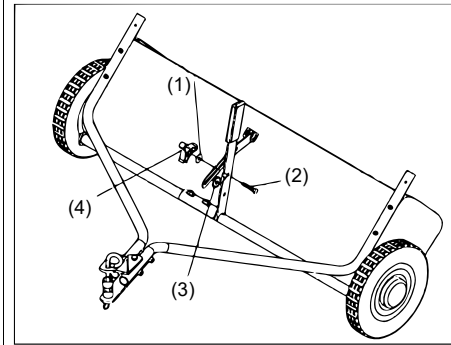

Abbildung 8
10. zu **Abb. 8**: Positionieren Sie den Hebel zur Höheneinstellung so, dass die Außenzahnscheibe zwischen Griff und Höhenverstellriemen passt. Ziehen Sie die Mutter fest, die den Höheneinstellgriff sichert.